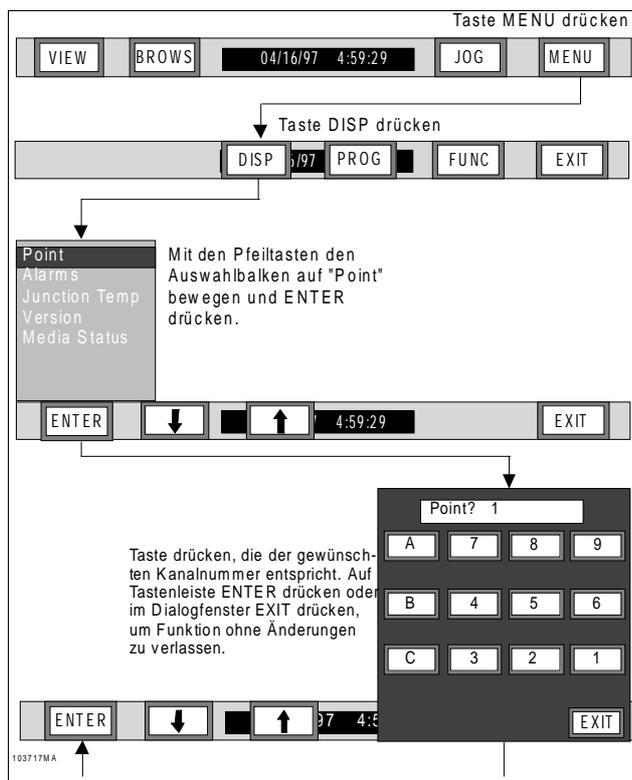

Bild 3-24 Ablaufdiagramm Meßwert ausgeben
A. Kanal – Zur Ausgabe von Werten eines Kanals in der Statuszeile führen Sie folgende Schritte durch (siehe Bild 3-24):